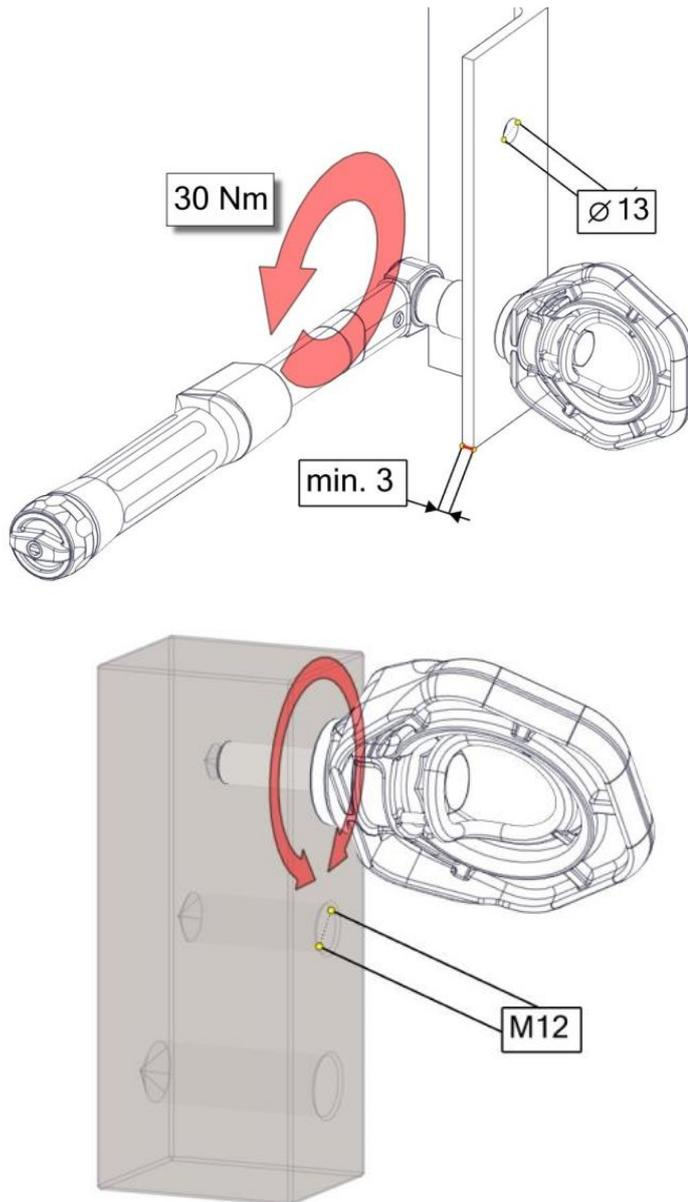

Figura 4. Montaje del punto
- En la Figura 4 se han presentado ejemplos de instalación.